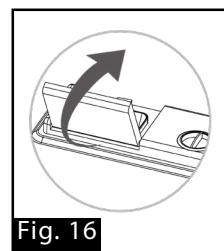

Fig. 16
4. Fermer le couvercle (Fig. 16).